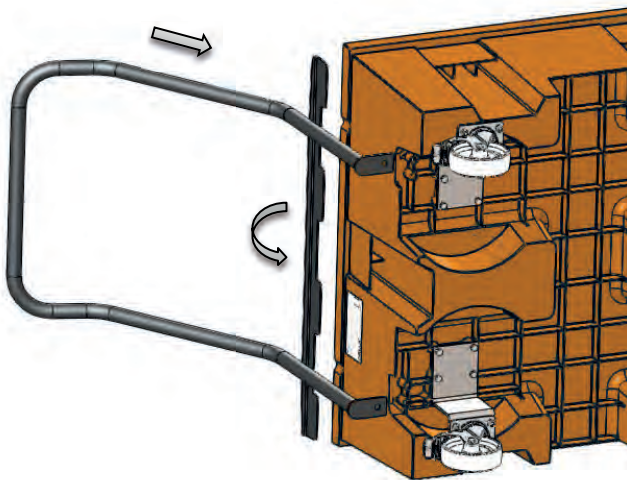

Fig. 4.1.1
- Position the handle (Fig. 4.1.1).